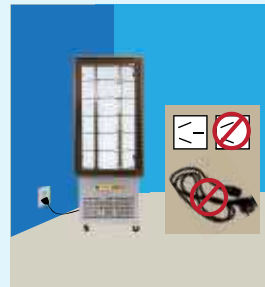

Abb. 3
- Der Stromanschluss muss den nationalen Vorschriften entsprechen. (Abb. 3)
- Nachdem das Gerät aufgestellt wurde und vor der ersten Inbetriebnahme, lassen Sie es (1) Stunde ruhig stehen, ohne es zu bewegen.
- Sollte Ihr Gerät unter sehr kalten Witterungsverhältnissen montiert worden sein, so sollte die Wartezeit mind. (2) Stunden betragen.